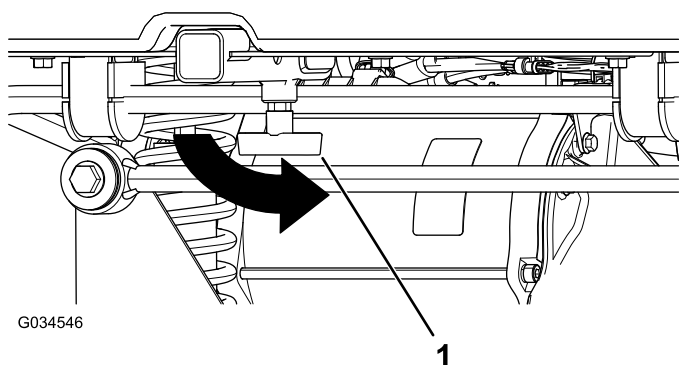

Figura 21
4. Apriete la maneta en T girándola en sentido antihorario (Figura 21).